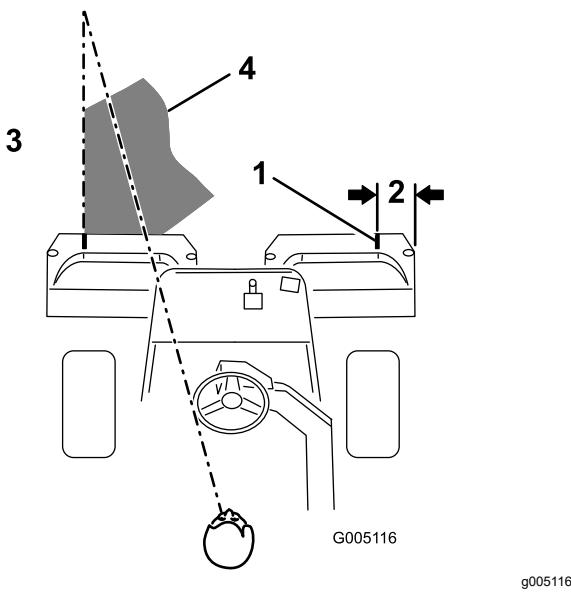

Рисунок 27
- Примечание:** Чтобы машина всегда двигалась по грину строго по прямой с сохранением равных интервалов от края предыдущей скошенной полосы, создайте воображаемый ориентир примерно 1,8–3 м перед машиной на краю нескошенной части грина (Рисунок 27). Используйте как часть ориентира наружный край рулевого колеса, т.е. удерживайте край рулевого колеса совмещенным с точкой, которая всегда находится на одном и том же расстоянии от переднего края машины.